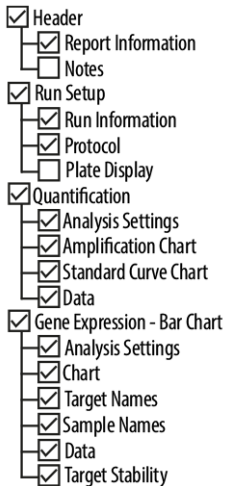

Abb. 14: Dialogfenster Report (Bericht)
5. Achten Sie darauf, dass oben links im Dialogfenster Report (Bericht) mindestens die folgenden Inhalte ausgewählt sind (siehe Abbildung 14):